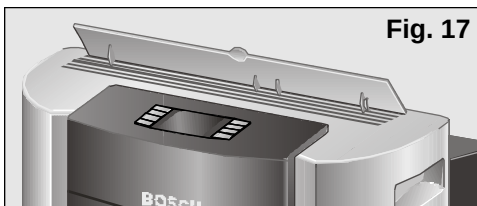

Fig. 17
- ☐ Levantar el orientador de aire situado en la parte superior del equipo. **Fig. 17.**